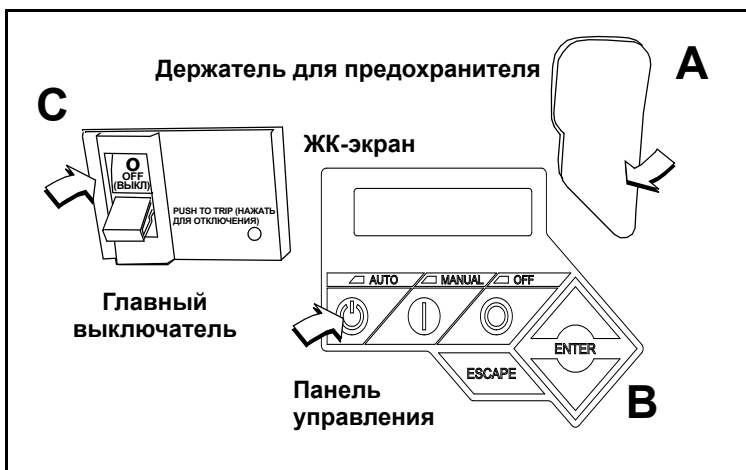

Рис. 5-16. Панель управления генератора
1. Приподнимите защитный резиновый клапан, покрывающий держатель для предохранителя, и установите предохранитель 7,5 А. См. пункт «А» на Рис. 5-16.
3. Нажмите AUTO (АВТО) на панели управления. Сработает зеленый светодиод, подтверждающий переход системы в режим AUTO (АВТО). См. пункт «В» на Рис. 5-16.
4. Переведите главный выключатель в положение ON (ВКЛ) (Замкнутое положение). См. пункт «С» на Рис. 5-16.